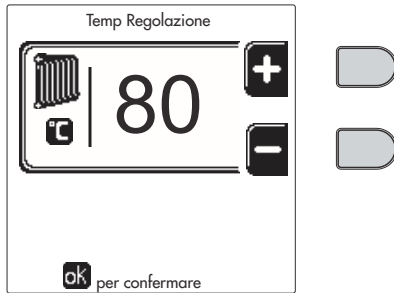
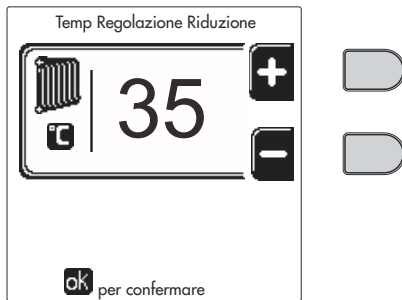
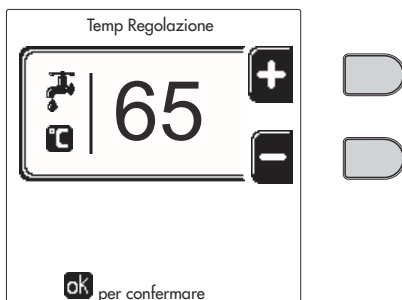
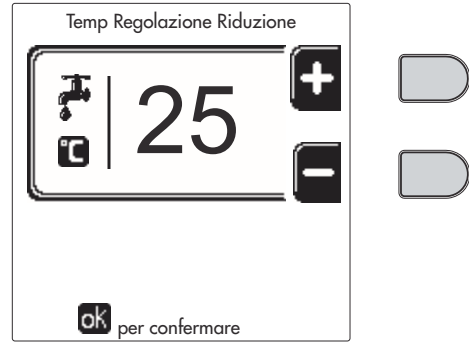

fig. 12
fig. 13
fig. 14
fig. 15
- **ON**. In caso di richiesta Riscaldamento/Sanitario, la caldaia lavora alla Temperatura di Regolazione Riscaldamento/Sanitario (fig. 12/fig. 14) impostata.
- **re**. In caso di richiesta Riscaldamento/Sanitario, la caldaia lavora alla Temperatura di Regolazione Ridotta. La temperatura Ridotta si ottiene sottraendo il valore della Temperatura Regolazione Riduzione (fig. 13/fig. 15) alla Temperatura di Regolazione Riscaldamento/Sanitario (fig. 12/fig. 14) impostata.